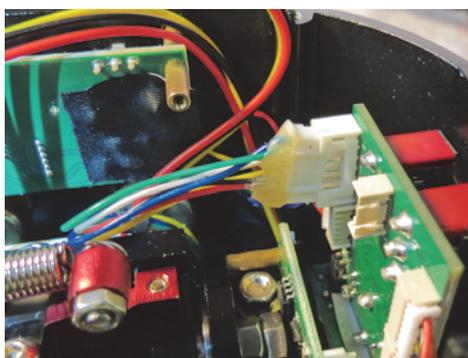

Рис. 2.4.
4. Отсоедините разъем жгута рукоятки (рис. 2.4).